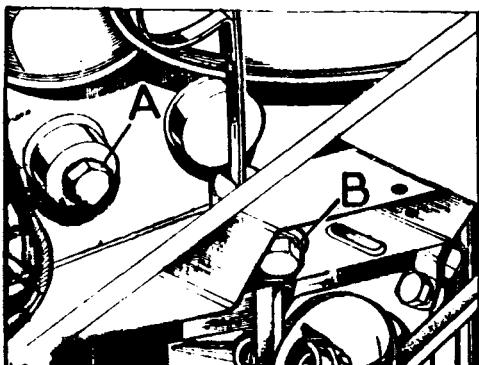

Fig. A1-26 Vaciado del sistema de refrigeración
- 2.5. Rellenar el sistema de refrigeración, dejando que salga el refrigerante ligeramente por los orificios de vaciado, antes de poner los tapones, A y B - (Fig. A1-26). Montar dichos tapones e instalar el de la boca de llenado una vez que el circuito esté completamente lleno.